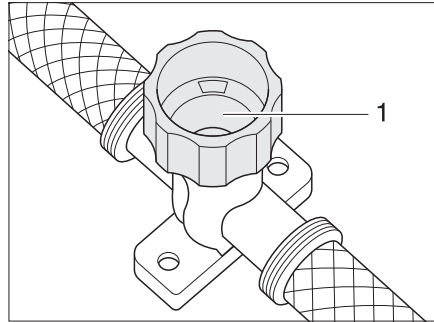

Bild 124 Ablasshahn für Therme
- Ablasshahn schließen. Dazu Kappe (Bild 124,1) im Uhrzeigersinn drehen.
- Ablasshahn der Therme öffnen. Dazu Kappe (Bild 124,1) entgegen dem Uhrzeigersinn drehen.